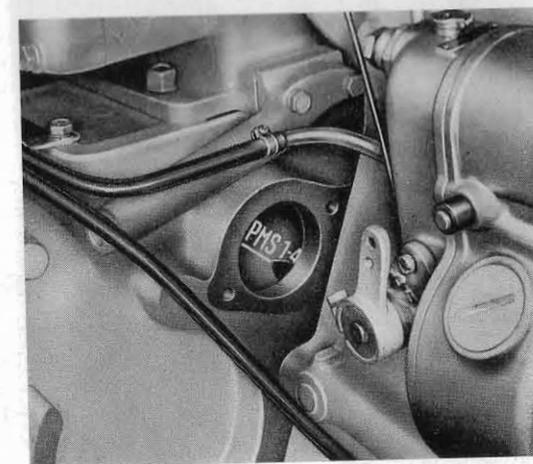

Fig. 37. - Riferimento « PMS 1-4 » sul volano, indicante il punto morto superiore degli stantuffi n. 1 e 4.
- Far ruotare l'albero motore fino a portare il riferimento PMS 1-4, inciso sul volano, nella posizione illustrata nella fig. 37.